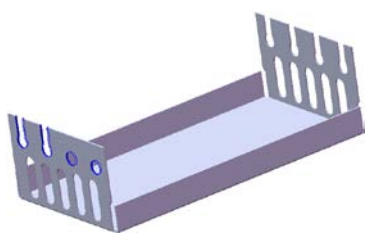
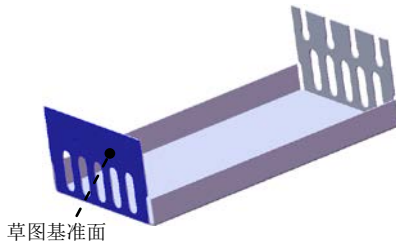

图 11.3.33 切除—拉伸 4
图 11.3.34 草图基准面
Step12. 创建图 11.3.33 所示的切除—拉伸 4。
(1) 选择命令。选择下拉菜单 **插入(I)** → **切除(C)** →  **拉伸(E)...** 命令。
(2) 定义特征的横断面草图。
① 定义草图基准面。选取图 11.3.34 所示的表面作为草图基准面。